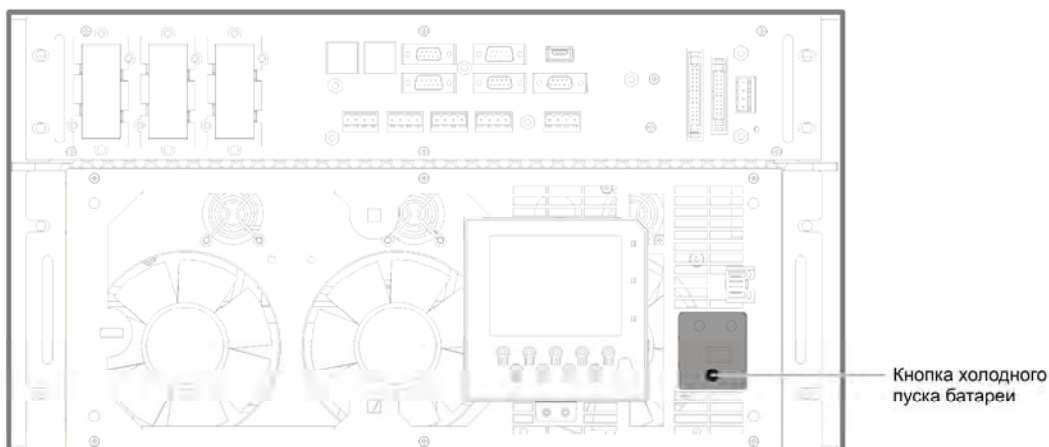

Рисунок 5-2 Кнопка «холодного» пуска батареи
2. Откройте переднюю дверцу и нажмите кнопку «холодного» старта батареи (ее положение показано на Рисунок 5-2).